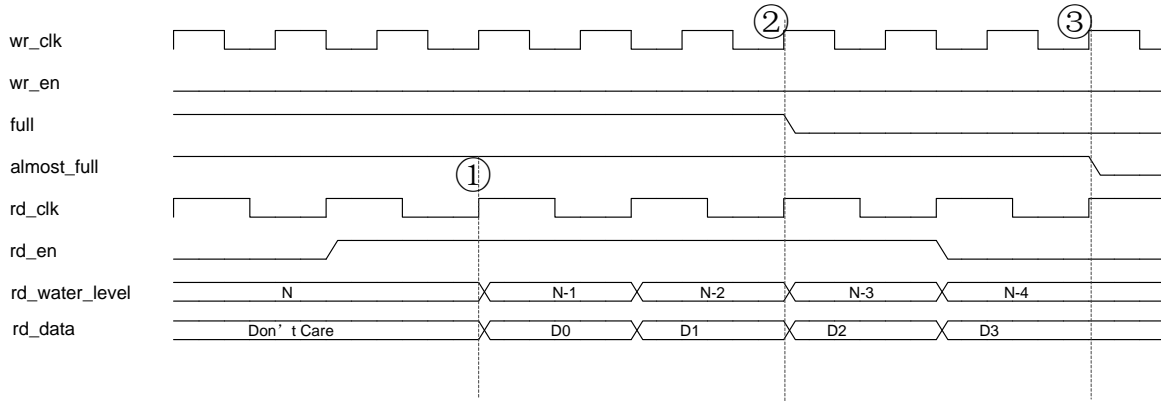
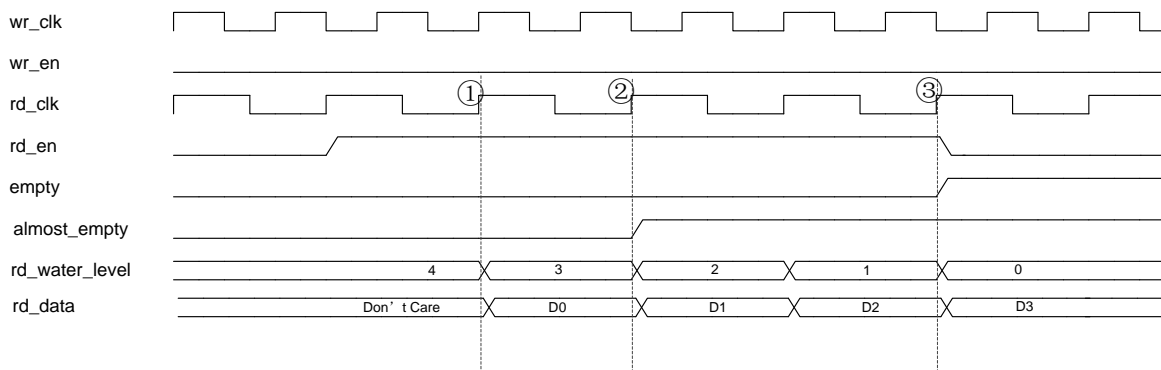

图 2-35 异步 FIFO 在满状态的读出时序图（未使能输出寄存）
图 2-36 异步 FIFO 即将读空的读出时序图（未使能输出寄存）
对于异步 FIFO，图 2-35 和图 2-36 分别是在满状态读出和即将读空的时序图。时序图中的 FIFO 深度为 N，Almost Full Numbers 配置为 N-2，Almost Empty Numbers 配置为 2。
在图 2-35 中，FIFO 在满状态下 full 信号为“1”，almost_full 信号也为“1”。当 rd_en 有效开始读出数据后（rd_clk 上升沿①），full 信号在第 3 个写时钟上升沿置“0”（wr_clk 上升沿②）。如果 rd_en 继续有效，almost_full 信号会根据配置的 ALMOST_FULL_NUM 参数值延迟置“0”（wr_clk 上升沿③）。和同步 FIFO 一样，rd_water_level 信号在 rd_en 有效下递减计数。
在图 2-36 中，如果 rd_en 开始有效并继续读出数据（rd_clk 上升沿①），当读指针与写指针的差值等于 ALMOST_EMPTY_NUM 参数值时，almost_empty 标志将置“1”（rd_clk 上升沿②）。当 FIFO 读空时（rd_clk 上升沿③），empty 信号立刻置“1”。